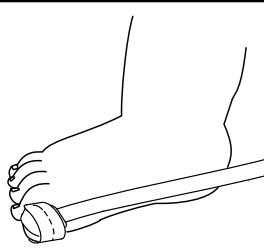

Fig. 3b
3. Se reporter à la **fig. 3b**. Enrouler le capteur adhésif autour de l'orteil et vérifier que la fenêtre de l'émetteur est alignée sur le dessus du gros orteil à l'opposé du détecteur. Vérifier que le capteur est correctement positionné et le remettre en place si nécessaire.